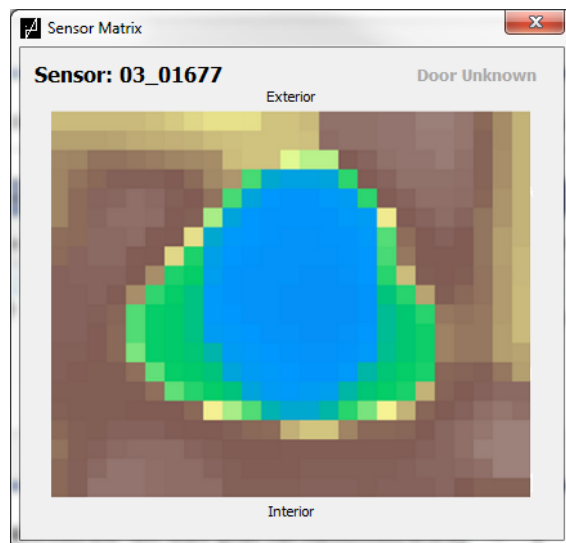

Рис. 38:
14. Нажмите Door Open (открыть дверь), статус двери должен измениться на «открыта» (= зеленый). → При этом должна инициализироваться визуализация в реальном времени, как показано на рис. 38.